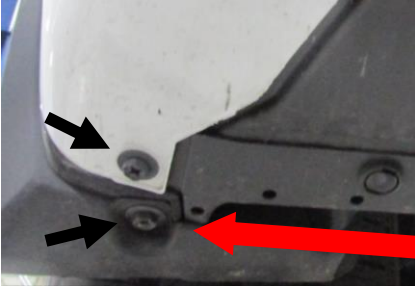

Figura 2.
- Quite los tapones:** Con un destornillador plano, retire (1) tapón de orificio de la parte inferior del bastidor del lado del conductor, y (3) tapones de orificio del bastidor del lado del pasajero. **Ver figura 2.**